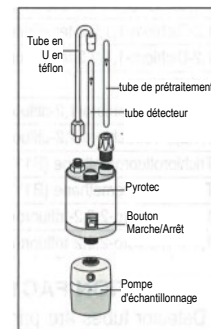

fig.1
- Insérez le tube de façon sécurisée dans le système pyrolyseur Pyrotec de Gastec avec la flèche (G) du tube dirigée vers le système pyrolyseur Pyrotec de Gastec (fig.1).